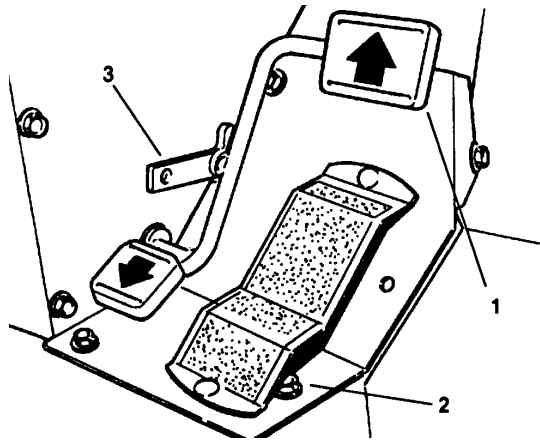

Bild 8
**Fahr- und Stoppedal** (Bild 8, 9 & 10)—Das Fahrpedal erfüllt drei Funktionen, nämlich das Vorwärtsbewegen der Maschine, das Rückwärtsbewegen der Maschine sowie ihr Stoppen. Mit Zehen und Ferse Ihres rechten Fußes ist die Oberseite des Pedals zu drücken, um vorwärts zu fahren und die Unterseite, um entweder rückwärts zu fahren oder bei der Vorwärtsfahrt zu bremsen. Um die Maschine zum Stillstand zu bringen ist das Pedal in die Neutralstellung zu bringen. Ruhen Sie Ihren Fuß nie auf der Rückwärtsstellung des Pedals aus, wenn Sie vorwärts fahren.
**Geschwindigkeitsregler** (Bild 8)—Der exzentrische Hebel an der Seite des Fahrpedals läßt sich drehen, um die gewünschte Fahrgeschwindigkeit einzustellen.